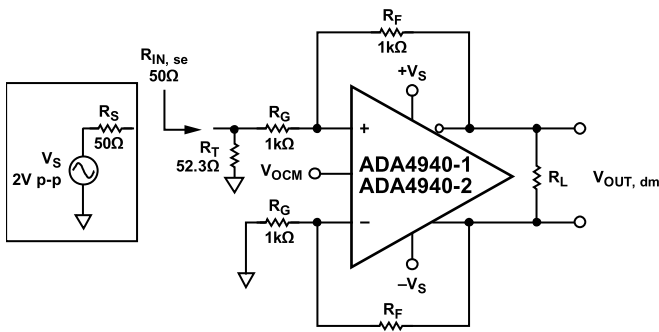

图67. 添加端接电阻 $R_T$
3. 图67表明，由于添加了端接电阻，现在上反馈环路中的有效 $R_G$ 大于下环路中的 $R_G$ 。为了补偿增益电阻的不平衡性，需要添加一个校正电阻( $R_{TS}$ )，并使其与下环路中的 $R_G$ 串联。 $R_{TS}$ 是源电阻 $R_S$ 和端接电阻 $R_T$ 的戴维宁等效值，等于 $R_S \parallel R_T$